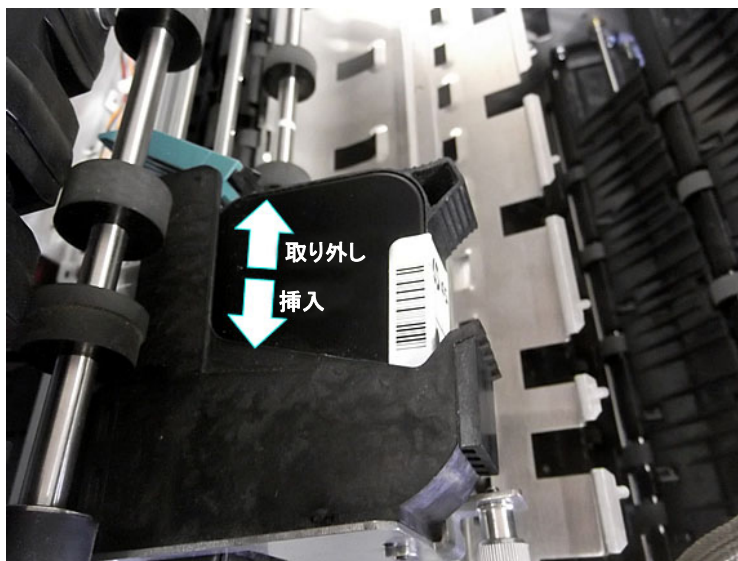

図 5-8 : プリンタカートリッジの取り外し / 挿入
- レバーを押し出したら、プリンタカートリッジを背面方向に引いてプリンタブロックから取り外します (図 5-8 参照)。
- 新しいカートリッジを、図 5-8 の方向に挿入します。